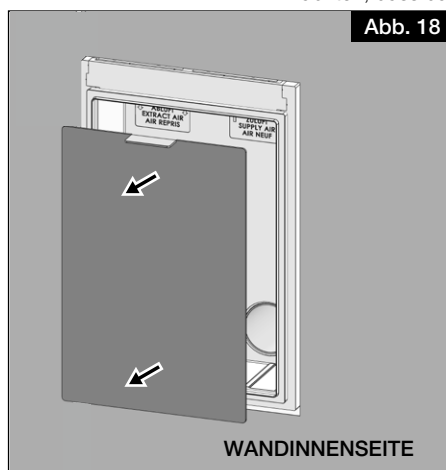

Abb. 18
1. Den inneren Bautenschutzdeckel vor der Installation des Gerätes aus dem Wandeinbauelement entfernen (siehe Abb. 18).